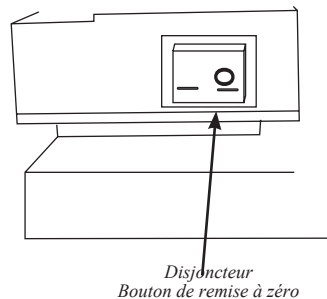

FIGURE 13
3. Appuyer sur le bouton de remise à zéro du disjoncteur (**FIGURE 13**).